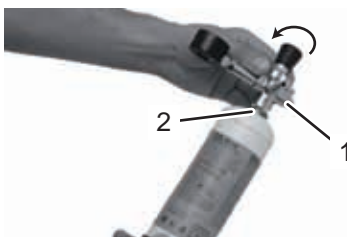

Fig. 4
1. Vissez le raccord de CO2 (Fig. 4/1) sur le filetage de la bouteille de CO2 (Fig. 4/2).